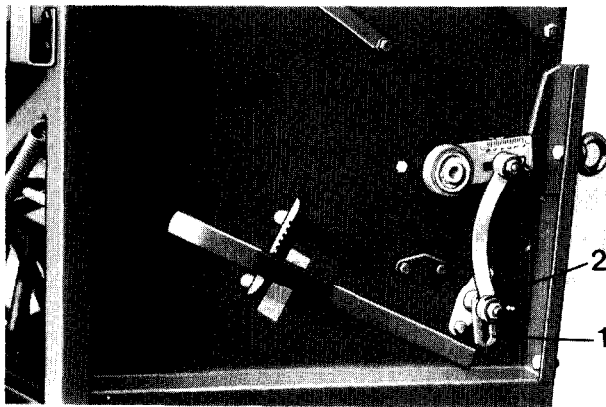

Fig. 33
- a) In der Kurbel auf der Säwelle (Fig. 33/1) ist die Schraube mit der Schubstangen-lagerung (Fig. 33/2) in Stellung 0, 1, 2 oder 3 in dem Langloch je nach Angabe in der Beiztabelle zu befestigen. In Stellung 0 ist das Beizgerät ausgeschaltet. In Stel-lung 3 wird die maximal mögliche Beizmittelmeng-e ausgebracht. Die Stellungen 1 und 2 sind Zwischenwerte der Grobeinstellung.
- b) Auf der Skala der Schwinge (Fig. 33/3) ist die Kennziffer, die in der Beiztabelle angegeben ist, einzustellen. Größere Kennziffern bedeuten: größere Beizmittelmeng-en.
An der Schwinge (Fig. 33/3) wird die Feineinstellung vorgenommen.
Man kann bei leerem Saatkasten die Deckel (Fig. 32/5) der Beizmittelbehälter unter den Dosiergehäusen in den vorgesehenen Halterungen befestigen und eine Abdrehprobe mit der gleichen Kurbeldrehzahl wie für Getreide durchführen. Das Beizmittel fällt in die Deckel und kann von den Deckeln in einen kleinen Behälter geschüttet und auf einer Briefwaage gewogen werden. Bei der üblichen Beizmitteldosierung von 200 g / 100 kg bzw. 2 g/kg muß sich nun eine Beizmittelmeng-e von 10 g ergeben. Falls diese Menge nicht exakt erreicht wird, läßt sie sich durch Korrektur der Einstellung an der Schwinge (Fig. 33/3) erzielen.